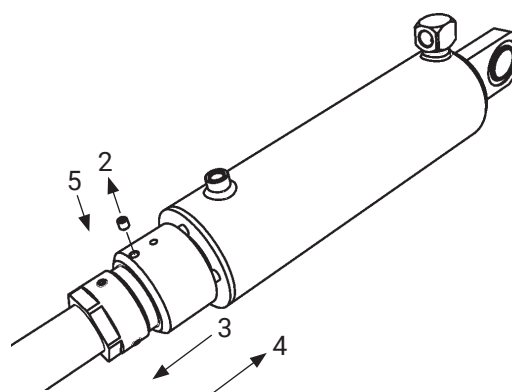

Imagen 35. Tope y su tornillo de bloqueo
2. Aflojar el tornillo de bloqueo del tope (2). Enroscar el tope totalmente hacia atrás hacia la plataforma (3). Imagen 35.
4. Ajustar el tope por completo hacia la culata del cilindro (4). Imagen 35.